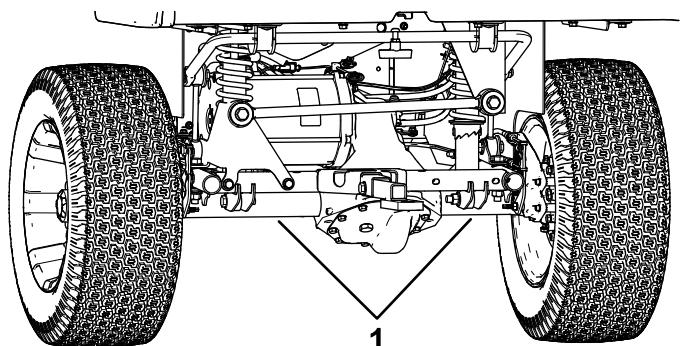

Figura 30
- Il punto di sollevamento nella parte posteriore della macchina si trova sotto i tubi dell'assale (Figura 30).